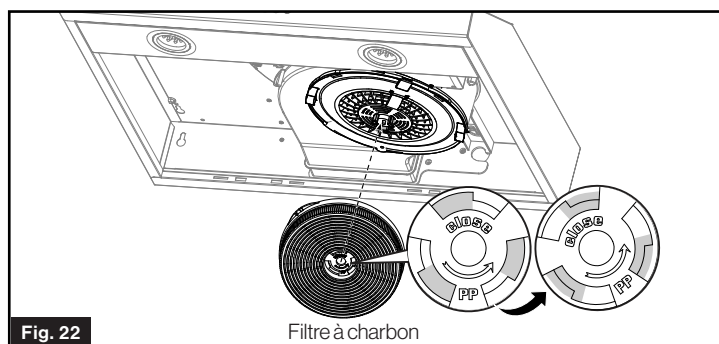

Fig. 22
2. Alignez les trois fentes pour fixer le filtre à charbon, puis installez ou remettez-le en place dans le sens inverse des aiguilles d'une montre. (Fig. 22)